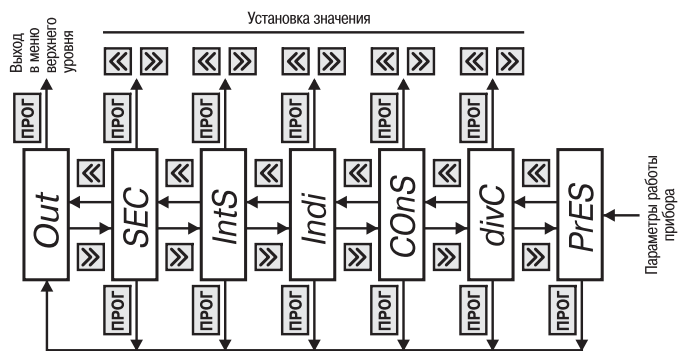

Рис. 16
6.2.2.5. Группа «**OPER**» предназначена для установки рабочих параметров прибора (рис.16). Код доступа для этой группы «_33».